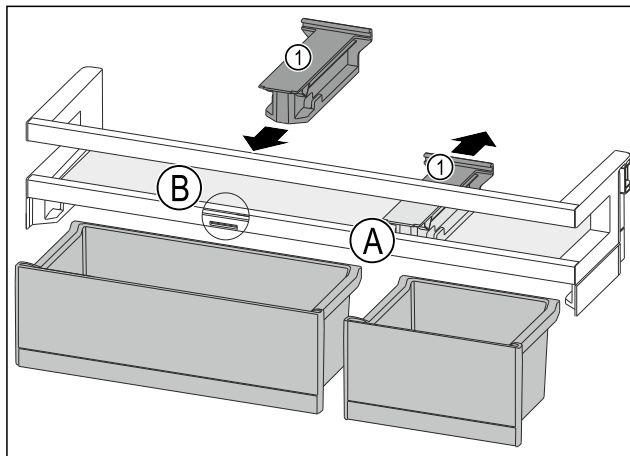

Fig. 89
- ▶ Изтеглете задържащата част Fig. 89 (1) на позиция Fig. 89 (A) назад.
- ▶ Поставете задържащата част Fig. 89 (1) на позиция Fig. 89 (B).